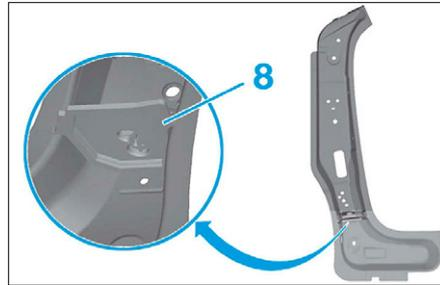

FIG. 61
- Poser l'insert gonflant inférieur (8) (Fig.61).